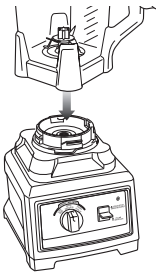

Fig. 1
- 2 Alignez et déposez le récipient sur le bloc-moteur. (Fig. 1) La poignée doit être légèrement orientée à la droite du symbole de verrouillage « **LOCK** » du bloc-moteur.